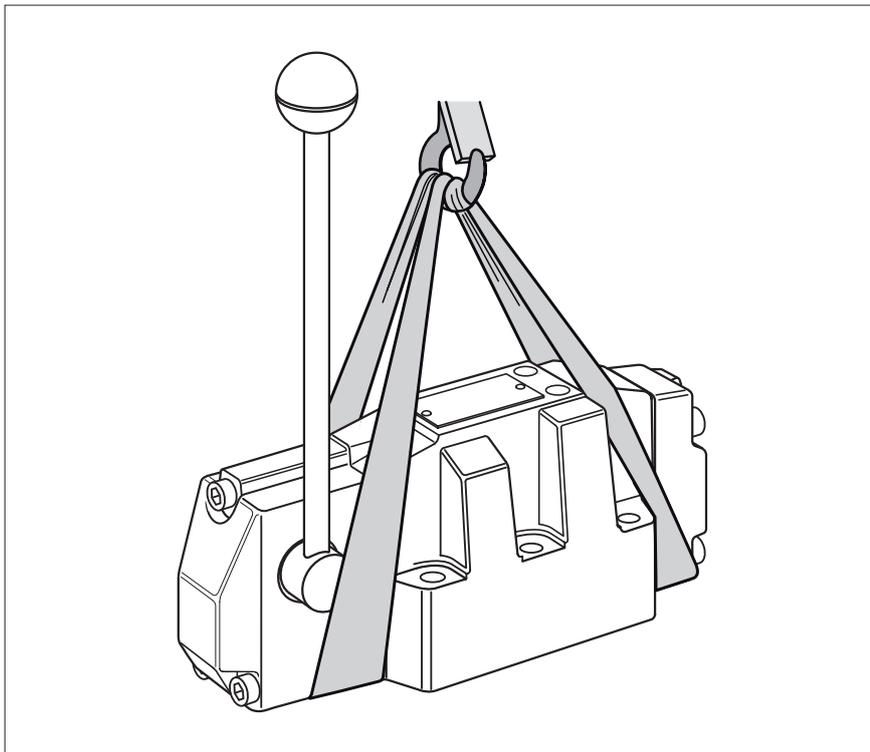

Abb. 5: Lage von dem Hebeband
- ▶ Legen Sie ein Hebeband so um das Ventil, dass es nicht über die Anbauteile verläuft, siehe Abbildung 5.